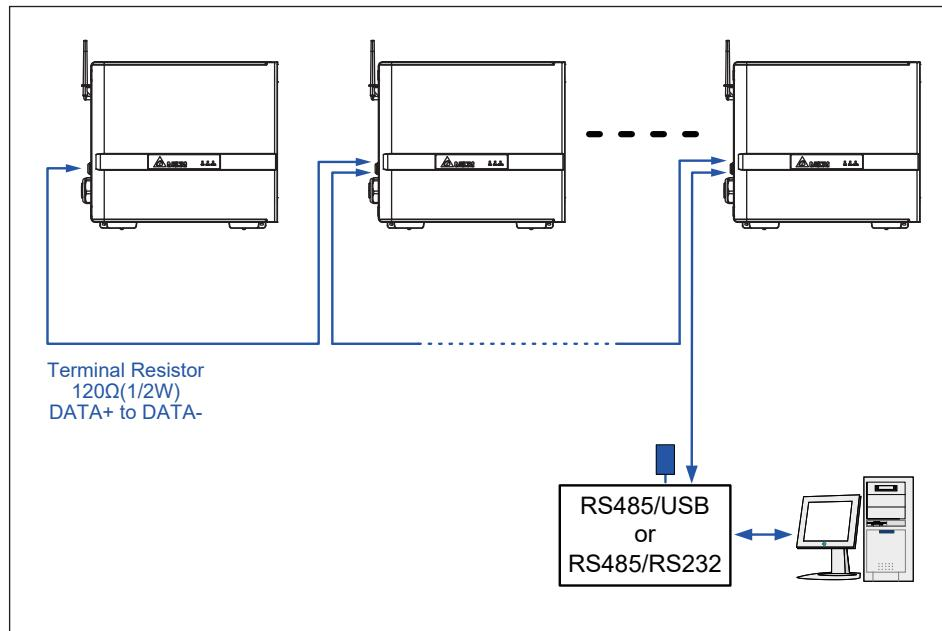

图 3-25 : 多台并接通讯示意图
本机器设有120欧姆终端电阻，可使用通信模组上的控制开关进行切换(图3-25)。开关切换方式如表3-3所示。
- 当多台逆变器连接时，只有最后一台逆变器必须将终端电阻接通如图3-25。